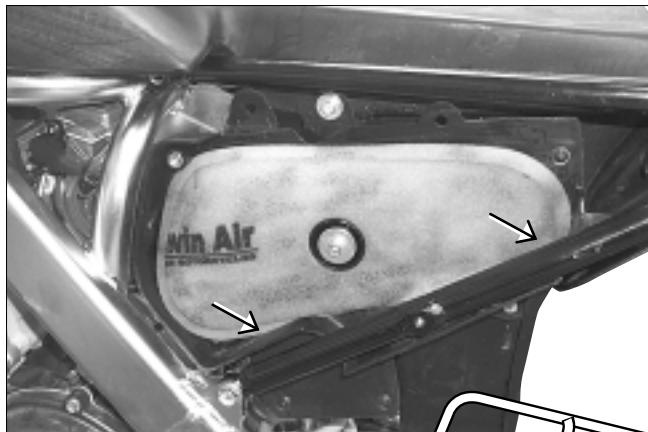

Fig. 20
2. Estrarre il filtro dell'aria (Fig.20).
2. Remove the air filter (Fig. 20).
2. Den Luftfilter herausziehen (Abb. 20).
2. Extraire le filtre à air (Fig.20).